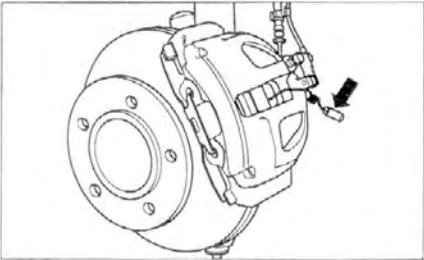

Рис. 8.5. Извлеките индикатор износа тормозной накладки.
- 4. Извлеките индикатор износа тормозной накладки (рис. 8.5).